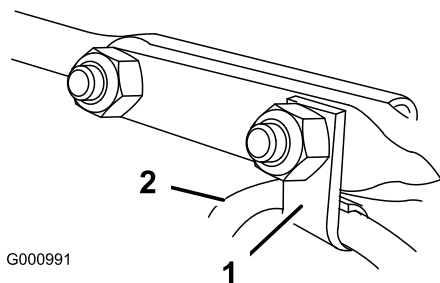

Figure 11
6. Insérez le serre-câble qui supporte le câble du déflecteur sur le boulon avant et fixez les boulons au moyen de contre-écrous fournis dans le sachet de pièces détachées (Figure 11).